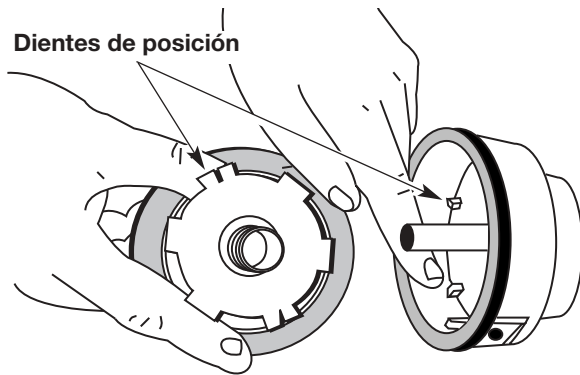

Fig. 14
- Verifique el desgaste de los dientes de posición del carrete interior y bobina exterior (Fig. 14). Si es necesario, saque la rebaba o cambie el carrete y la bobina.